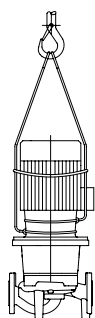

Рис. 34: Транспортировка насосного агрегата
- Проушины для транспортировки на электродвигателе служат только для задания направления при захвате груза (Рис. 34).